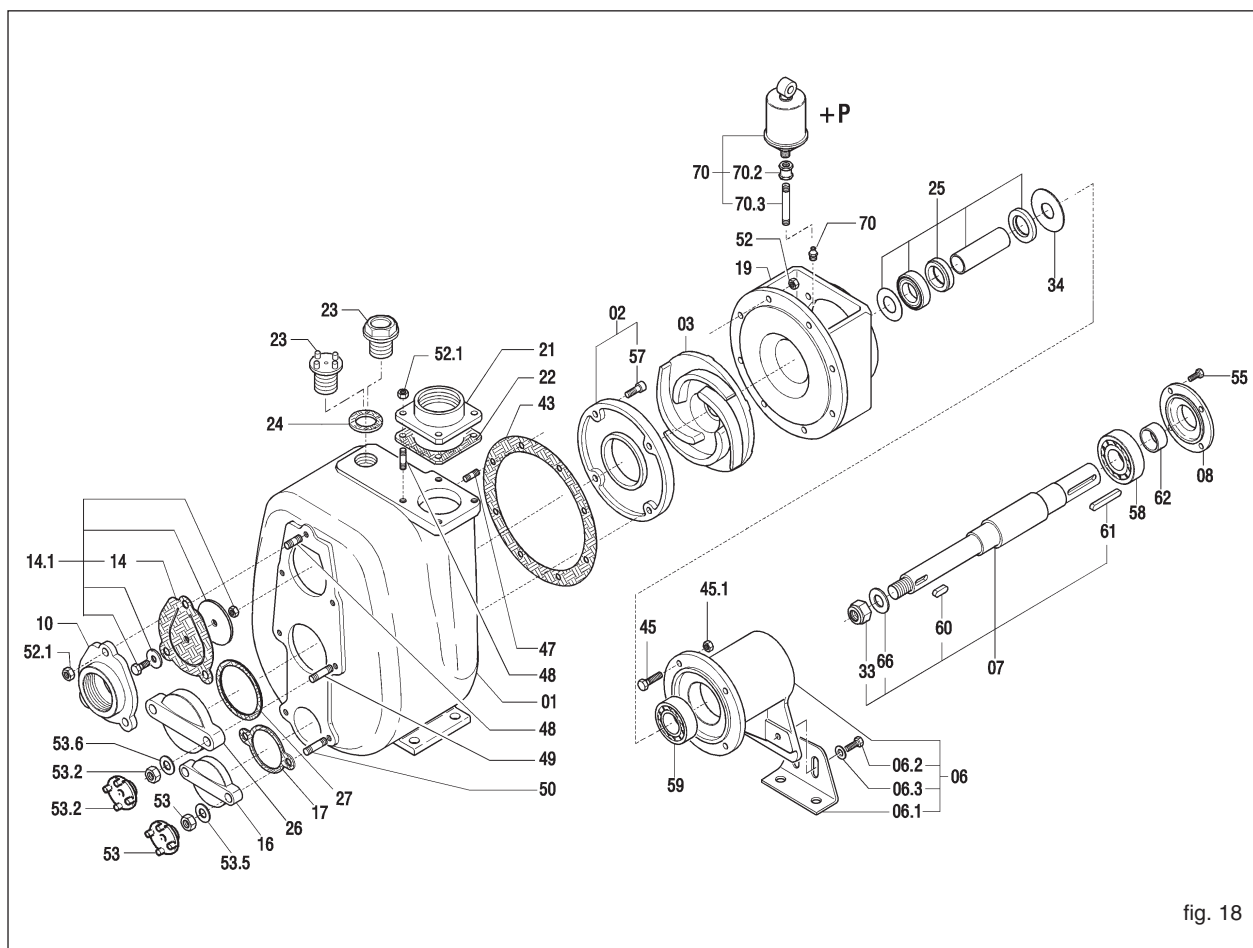

fig. 18
12.2 Remplacement de la turbine (fig. 18)
- Dévisser les écrous (52) et enlever le corps de la pompe en veillant à ne pas abîmer le joint (43).
- Bloquer la turbine (03) et dévisser l'écrou à blocage automatique (33).
- Remplacer éventuellement le joint (43).
12.3 Remplacement de la plaque d'usure (fig. 18)
- Dévisser les vis à tête hexagonale encastrée (57).
- Enlever et remplacer la plaque d'usure (02).
12.4 Remplacement de la soupape (fig. 18)
- Retirer le porte-soupape (10).
- Retirer la soupape (14).
- Nettoyer le logement de la soupape du porte-soupape (10) et le remonter.
12.5 Remplacement de la garniture de type 1 ou 2 (référence fig. 18, 19 et 20).
12.7 Entretien des roulements (fig. 18)